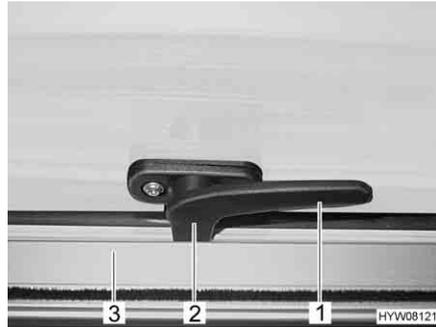

Bild 82 Verriegelungshebel in Stellung "geschlossen"
- Den Verriegelungshebel (Bild 82,1) eine viertel Umdrehung zur Fenstermitte hin drehen.
- Den Verriegelungshebel (Bild 82,1) eine viertel Umdrehung zum Fensterahmen hin drehen. Die Verriegelungsnase (Bild 82,2) liegt auf der Innenseite der Fensterverriegelung (Bild 82,3).